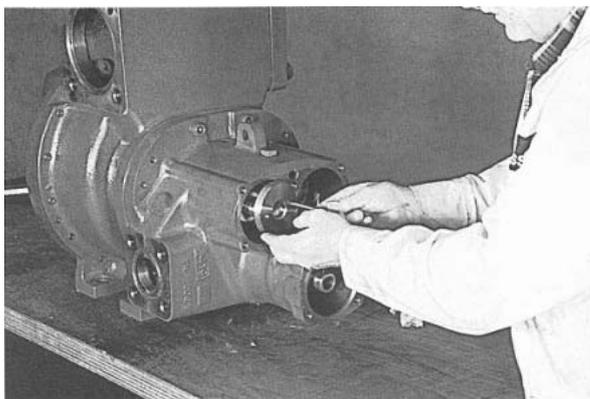

Рис. 133
23. Теперь можно вставить разгрузочный барабан в отверстие. (Рис. 133)